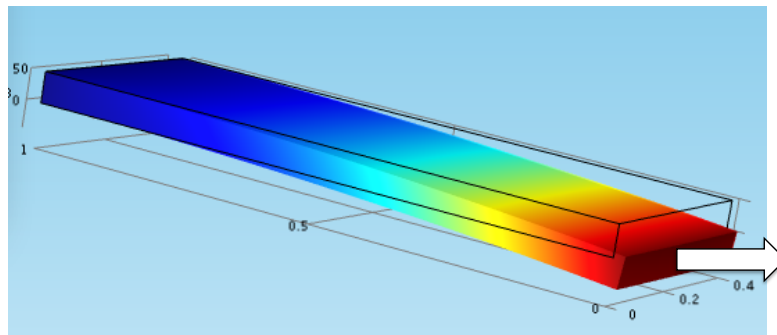

Figure 1: Plaque stratifiée en traction.
4. La plaque stratifiée représentée ci-dessous est encastree à gauche et soumise à une traction uniforme sur la face droite. Elle présente alors la déformée représentée sur la figure 1. Proposez une stratification à partir de couches unidirectionnelles de même nature pouvant conduire à une telle déformée. Justifier brièvement ce résultat à partir de considérations sur la matrice de comportement intégrée. Proposez une solution pour éviter ce type de comportement.